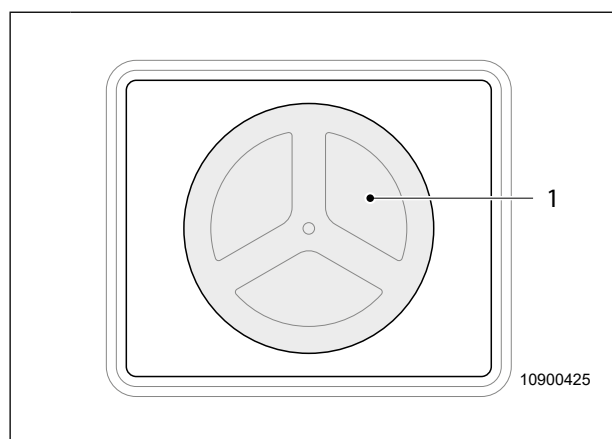

Fig. 47 Rengöringsöppning
Rengöringsöppningen (Fig. 47, pos. 1) är avsedd för underhålls- och rengöringsarbete på färskvattentanken. Rengöringsöppningen sitter under ett lock längst bak i fordonet.